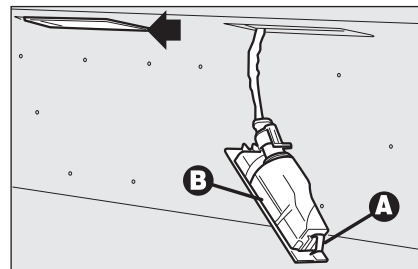

fig. 40
- agir en utilisant un tournevis à lame plate et protégé par un chiffon souple sur le dispositif **A-fig. 40** pour enlever le groupe **B**;